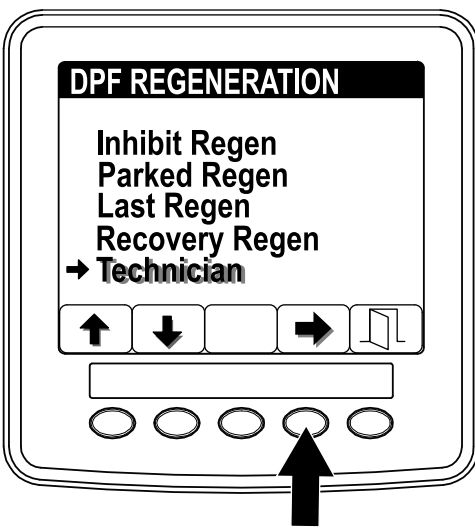

Figura 36
1. Acceda al menú DPF Regeneration (Regeneración de DPF) y pulse los botones 1 o 2 para desplazarse hacia abajo, hasta la opción TECHNICIAN (Técnico) (Figura 36).
- Pulse el botón 4 para seleccionar la opción Technician (Técnico) (Figura 36).